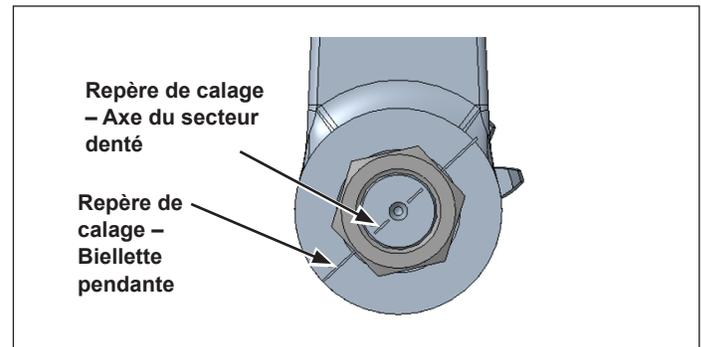

Figure 10 – Pose de la biellette pendante
3. Emmancher la biellette à l'axe du secteur denté. S'assurer de l'alignement des repères de calage, sur l'axe du secteur denté et sur la biellette (cf. Figure 10).